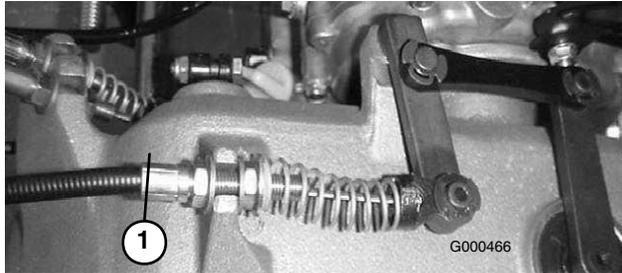

Figura 43
2. Para aumentar a tensão do cabo, desaperte a porca de bloqueio do cabo dianteiro e aperte a porca de bloqueio do cabo traseiro (Figura 43) (situada no topo da caixa de velocidades) até que a força do cabo do cilindro adicione 31 a